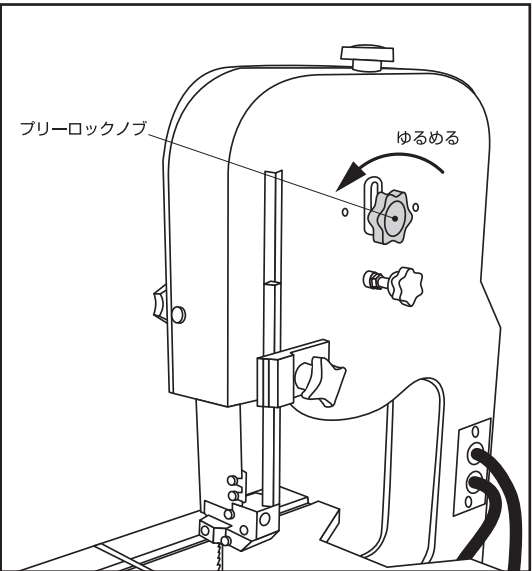

図13
- 2.本体背面のプリーロックノブを反時計周りに2～3回転ほど回して、ゆるめてください。この時、ロックノブをどれだけゆるめたかを記憶しておくと次に鋸刃を張る際に便利です。（図13）